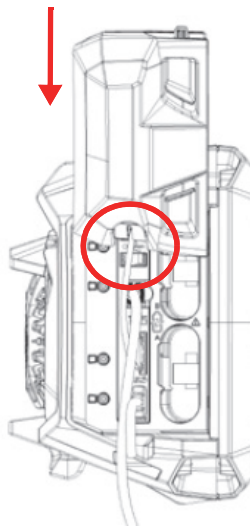

Figura 2-11 Scorrere lo sportellino sui cavi allineati
3. Assicurarsi che i cavi siano allineati in corrispondenza della fessura dello sportellino per applicazioni speciali e scorrere lo sportellino verso il basso. (Figura 2-11 a pagina 40).